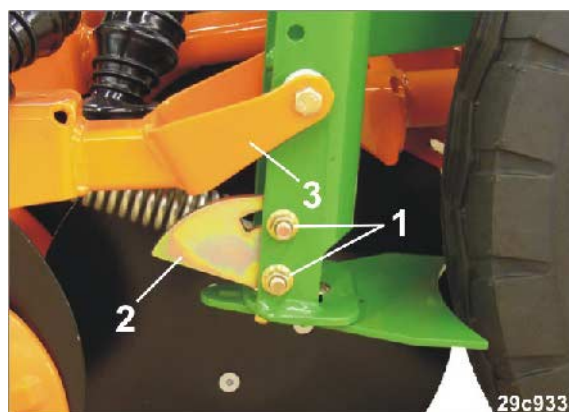

Рис. 159
2. Ослабьте гайки (Рис. 159/1).
3. Настройте глубину заделки посевного материала наружного сошника (Рис. 159/3), вращая дисковый кулачок (Рис. 159/2).